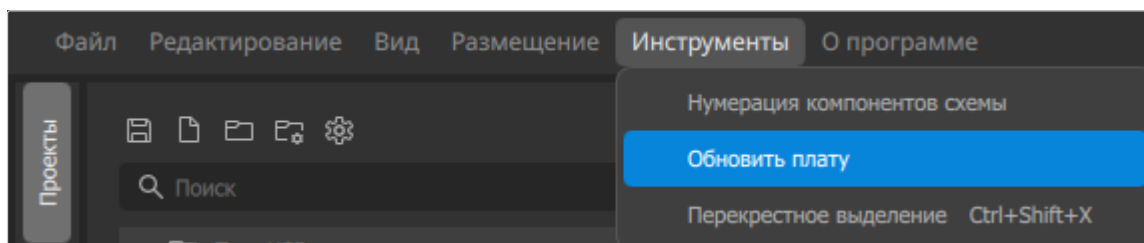

Рисунок 74. Пункт меню «Обновить плату»
- 1) Вызвать команду меню «*Инструменты*» → «*Обновить плату*» (см. рисунок 74).